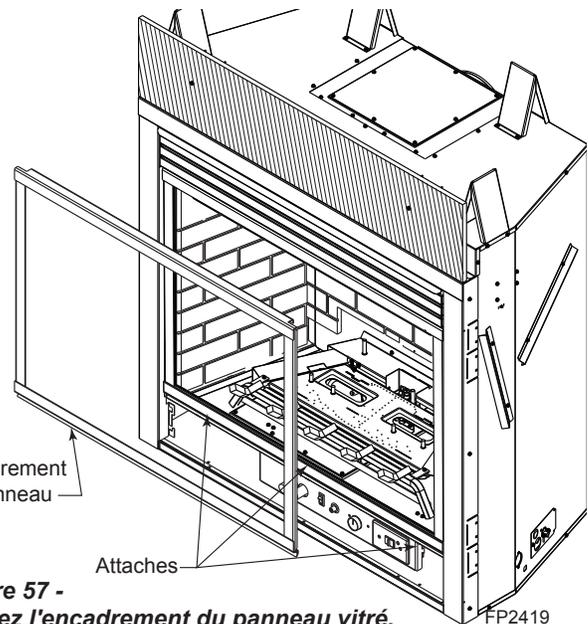

Figure 57 -
1. Le bouton du récepteur RF situé sur le tableau de bord doit être en position de marche avant que la fonction d'apprentissage puisse commencer. Utilisez un trombone pour enfoncer le bouton. Un bip pour confirmer la mise en marche du récepteur RF et deux bips, l'arrêt du récepteur RF. Reférez-vous à la figure 57 pour l'emplacement.
2. Dégagez les trois (3) attaches au bas du foyer. *Figure 57*